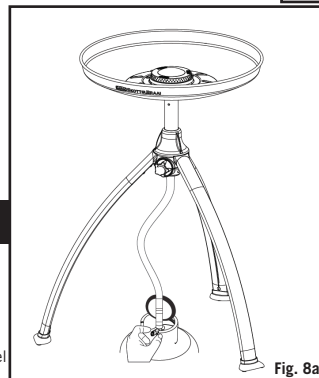

Fig. 8a
- Regolate l'intensità della fiamma fino al livello desiderato girando il pomello di controllo (K) in senso orario per ridurre la fiamma e in senso antiorario per aumentarla (v. Fig. 8a e b).
- Dopo l'uso, prima chiudete la valvola sulla bombola del gas (ove presente). Una volta che la fiamma si è spenta, chiudete la valvola (K) sul dispositivo girando del tutto il pomello di controllo (K) in senso orario.
- Accendere usando un fiammifero o un accendino da barbecue (v. Fig. 8a e 8b)